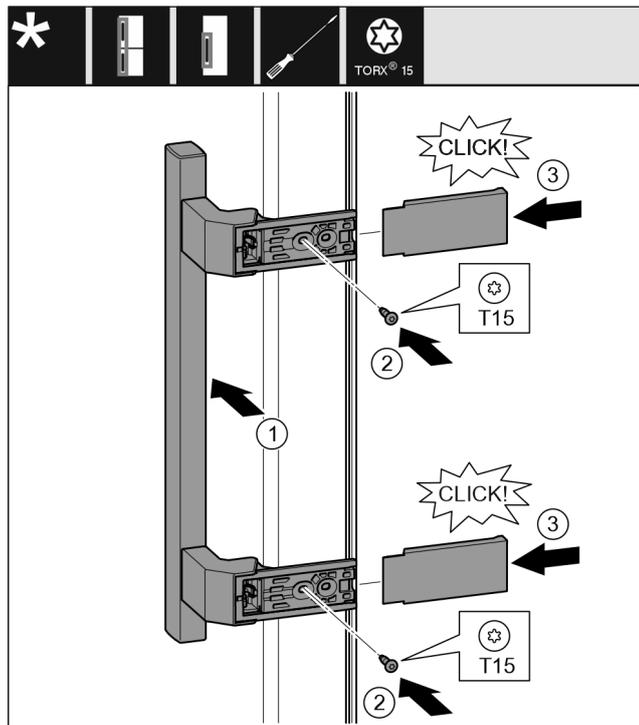

Fig. 40
- ▶ Postavite ručicu na suprotnoj strani. Fig. 40 (1)
- ▶ Odvijačem T15 čvrsto pritegnite vijke. Fig. 40 (2)
- ▶ Postavite pokrove bočno i natakните ih. Fig. 40 (3)